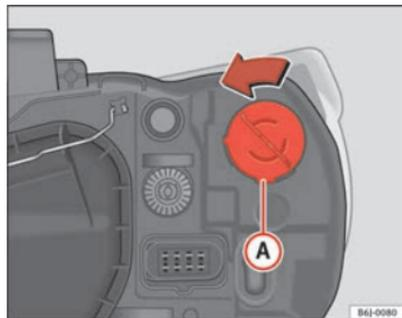

Fig. 141 Luz indicadora de mudança de direção farol simples
- Rode o porta-lâmpadas ⇒ fig. 141 A para a esquerda e puxe.